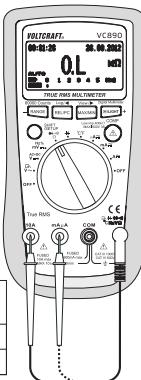

Fig. 12
2. Insérez un cordon de mesure dans la douille °CHzV Ω (7).
3. À l'aide de la sonde à tester, effectuez le contact avec la douille de mesure du courant (Fig. 12).